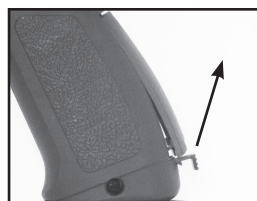

Figure 5: Ouvrez le clapet des piles
1. Enlevez le clapet du compartiment à piles à l'arrière de la poignée en soulevant l'attache et en la sortant comme montré sur la Figure 5. **NOTE:** Ne tirez jamais le clip des piles par les câbles lorsque vous devez les enlever.